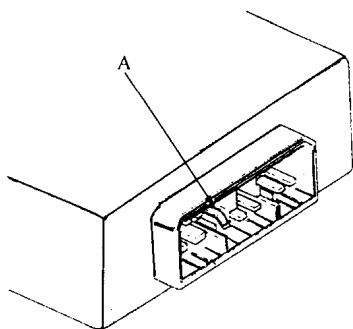

图 1-24 检查插接器没有弯折
8) 如图 1-24 所示, 在连接插接器前, 应确保端子 A 处在原位, 并且没有弯折。